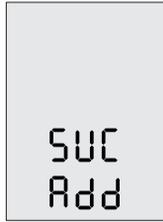

Figura 5-10
Passo 6: Após o emparelhamento, será apresentado o painel LCD como figura 5-10 durante 5 seg., retornando automaticamente à página inicial.